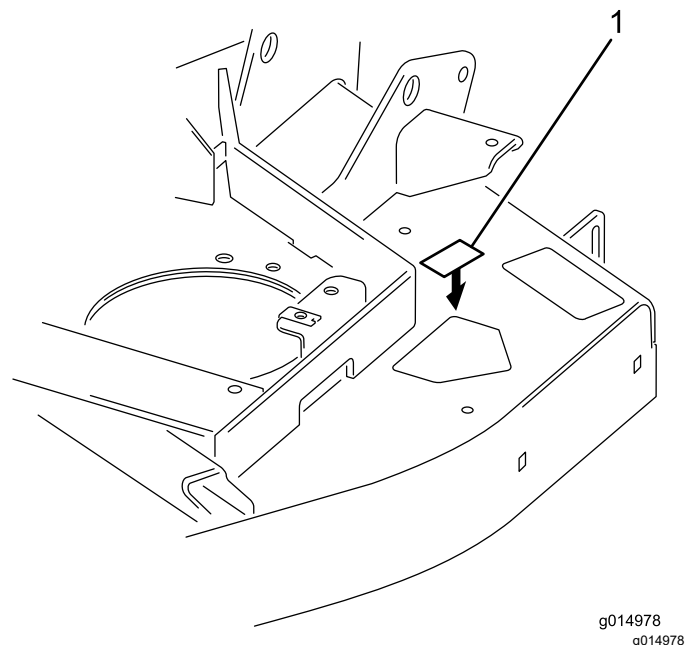

Figura 7
12. Coloque o autocolante de identificação na parte superior da plataforma do cortador, perto da placa de número de série (Figura 7).